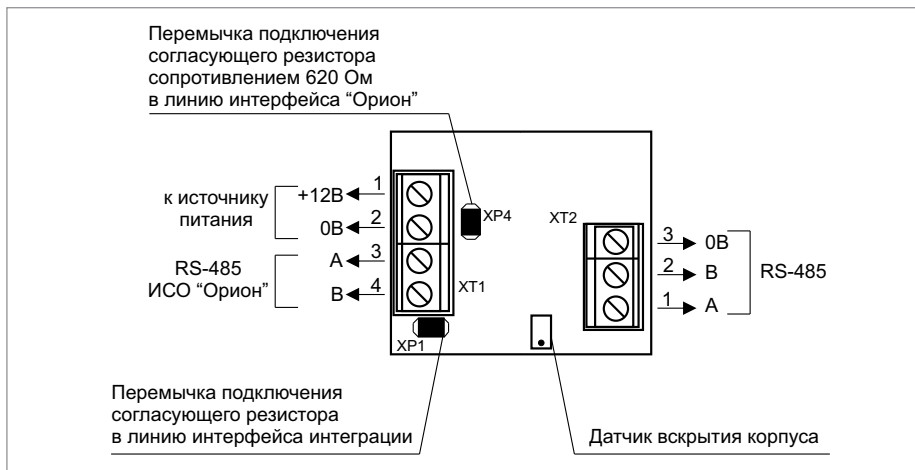
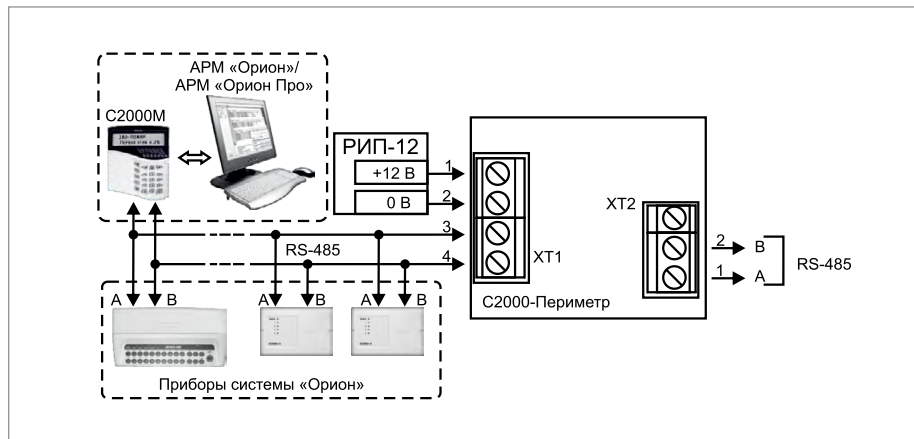

Рисунок 14. Назначение клемм и перемычек контроллера «С2000-Периметр»
Рисунок 15. Подключение периметровых извещателей к контроллеру С2000-Периметр
1.3. Подключите контроллер в соответствии с проектной документацией и схемой на Рисунок 15. На Рисунок 14 показана плата преобразователя и приведено назначение клемм и перемычек.
Подключите к клеммам XT2.1 и XT2.2 преобразователя линии А и В интерфейса интеграции RS-485 (Рисунок 14 и Рисунок 15), если это указано в проектной документации. Если контроллер не является первым или последним в линии интерфейса RS-485, удалите перемычку с разъема XP1 (см. Рисунок 14)